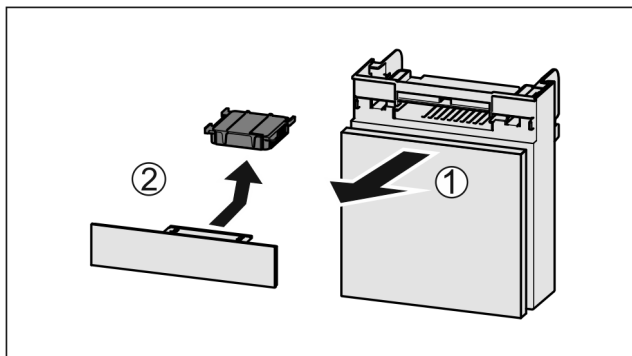

Fig. 88
- ▶ Вытянуть Fig. 88 (1) отделение движением вперед.
- ▶ Извлечение Fig. 88 (2) фильтра с активированным углем.